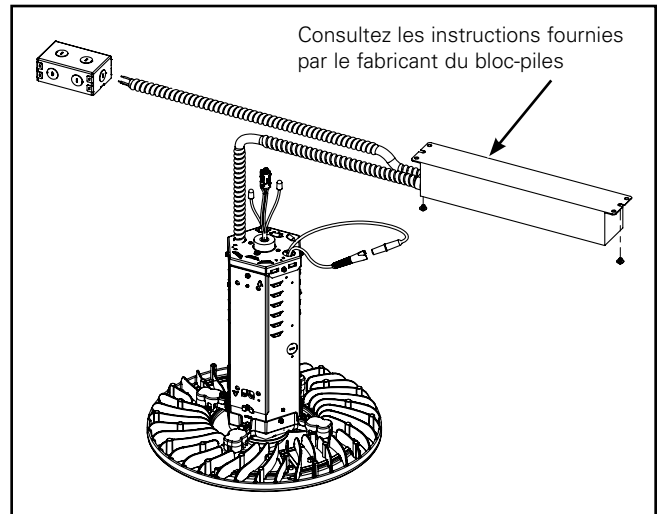

Figure 5.
1. Montez le luminaire et le bloc-piles pour unité à distance (utilisez du matériel approprié à la structure dans laquelle le bloc-piles est installé, non fourni avec le luminaire) (Figure 5).